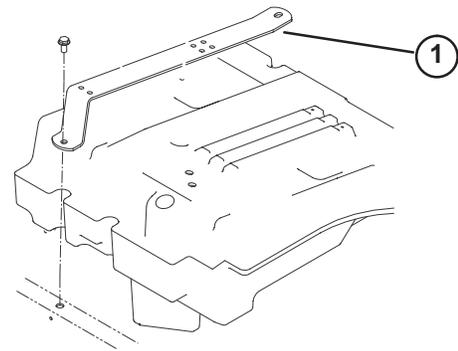

Figure 4
1. Retirez les vis qui fixent les brides de montage du siège au châssis de la machine (Fig. 4).
2. Fixez les brides de montage aux dispositifs de réglage du siège avec (4) écrous à collerette (siège standard) ou (4) boulons, rondelles plates et écrous à collerette (siège de luxe). Les fixations font partie des pièces détachées du kit siège.